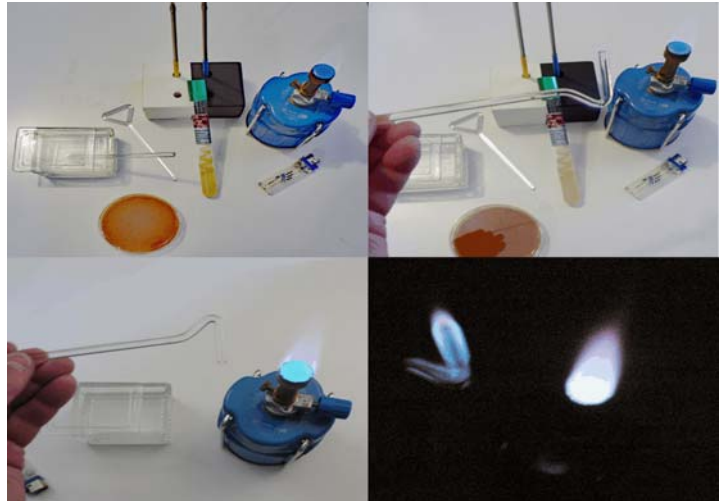
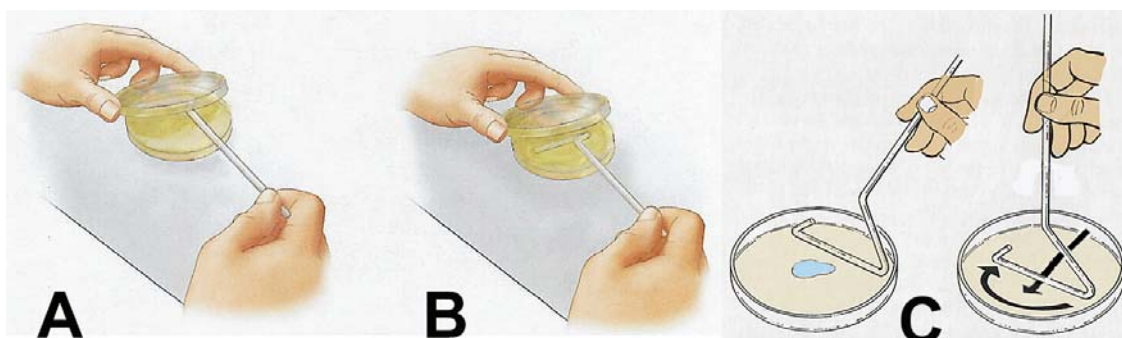

Abb. 1. Flambieren: Abflammen eines Glasspatels (Drigalski-Spatel) mit Ethanol abs.
Abb. 2. Ausplattieren einer auf der Malzagaroberfläche eingebrachten Hefesuspension.
- einen Drigalskispatel entkeimen: gemäss "Minimaltechnik 4: Sterilisation durch trockenen Hitze - Abflammen mit Ethanol (Flambieren)" entkeimen (Details vgl. Abb. 1) und gemäss Abb. 2 die Hefesuspension ausplattieren
Unten: Der Glasspatel wird kurz durchs Feuer gezogen und fängt so Feuer (Dunkelaufnahme: Gasbrennerflamme ganz rechts und flambierter Glasspatel links). Drigalskispatel während dem Abflammen ständig drehen bis der Alkohol verbrannt ist. Drigalskispatel abkühlen: Deckel der Malzagarplatte leicht anheben, Spatel am Rand auf die sterile Nährbodenoberfläche aufsetzen und abkühlen lassen (vgl. Abb. 2 A).